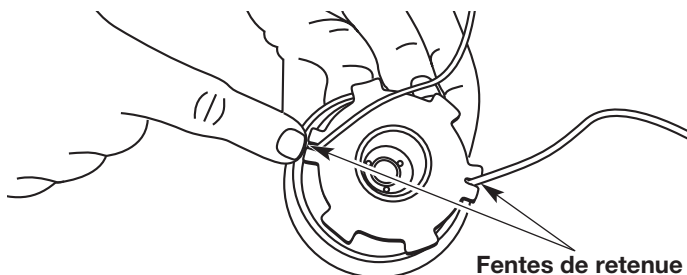

Fig. 38
- Insérez les extrémités du fil dans les deux fentes de retenue (Fig. 38).